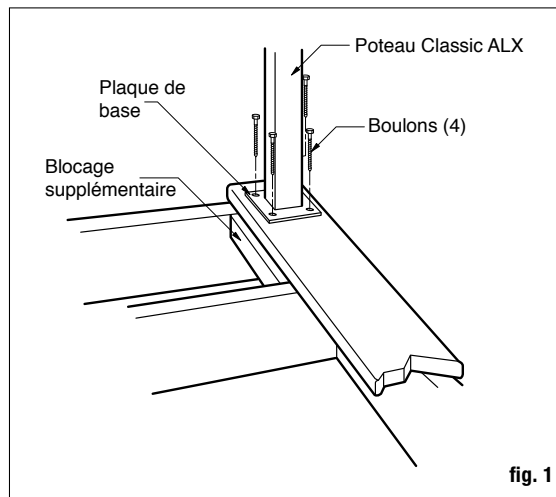

fig. 1
Étape 1 Installez les poteaux en attachant la base en aluminium à la surface de la terrasse. Placez le poteau afin que l'attache entre dans la solive du sol, et vérifiez que la terrasse est fermement attachée à la solive à l'emplacement des poteaux. Au besoin, utilisez des blocs de bois comme renforcement en dessous de la terrasse à l'emplacement des poteaux. Les attaches qui maintiennent la base du poteau à la surface devraient être en mesure de fixer la solive ou les entretoises de renforcement, en plus de fixer la terrasse. *Remarque : Lors de l'installation du poteau en aluminium en haut d'une surface en bois, les vis doivent être insérées à une profondeur d'au moins 3 po du bois solide. Les planches de terrasse de 5/4 po ou 1 1/2 po ne fournissent pas de matériel suffisant pour une installation sécuritaire. Au besoin, ajoutez du matériel supplémentaire sous la surface (fig. 1).*
Étape 3 Remplacez le poteau au-dessus des trous pré-perçés et insérez les attaches (non incluses). (fig. 1) Attaches recommandées : 4 – vis tire-fond en acier inoxydable de 5/16 po x 4 po ou plus longues.